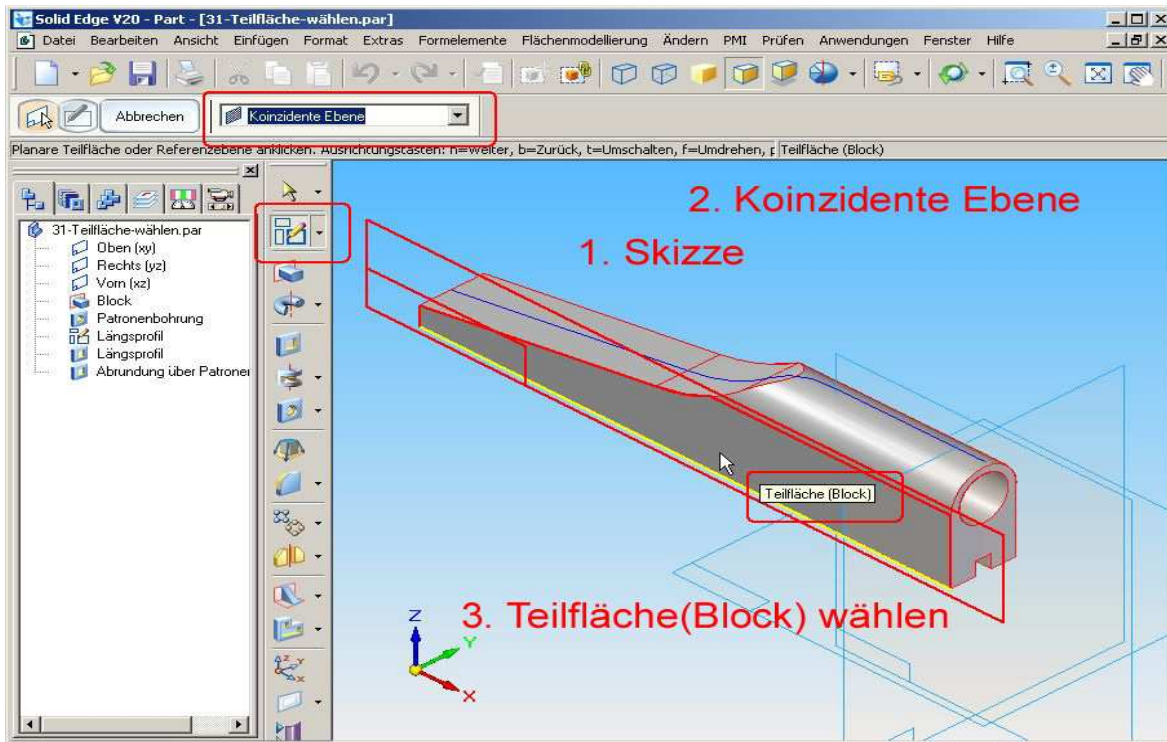

Abb. 31 Die Teilfläche (Block) auswählen
3. Wählen sie jetzt keine Ebene aus der EdgeBar, sondern gehen Sie mit der Maus in das Arbeitsfeld, um die vordere **Teilfläche (Block)** auszuwählen (Abb. 31).